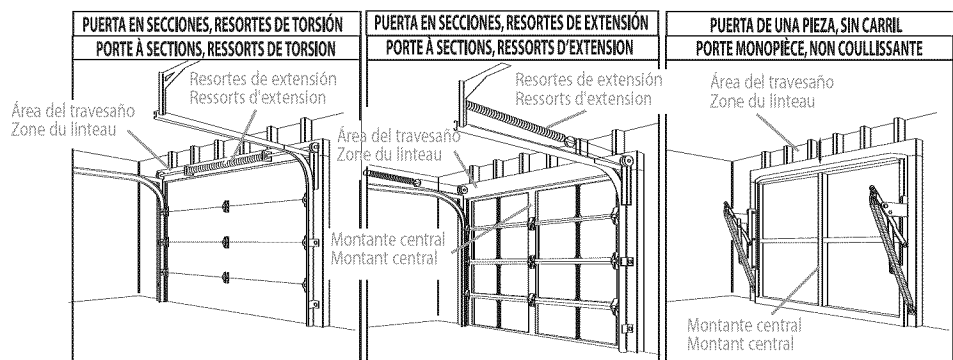

Figura 2 Note el tipo de puerta
- C** Verifique el tipo de puerta. Haga una nota si es una puerta en secciones o de una sola pieza. (Figura 2).